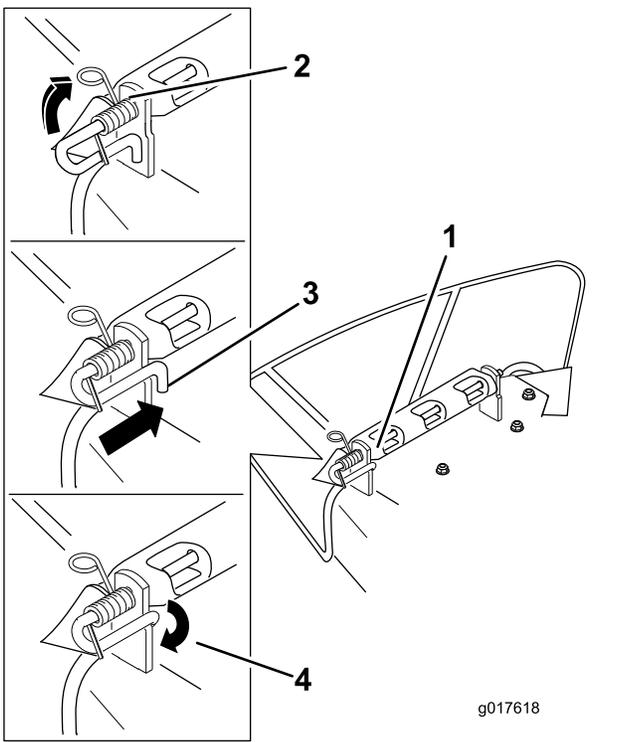

Figura 74
4. Coloque el nuevo deflector de descarga con los extremos de los soportes entre los soportes soldados de la carcasa, según se muestra en la Figura 74.
7. Levante el extremo del muelle que tiene bucle y colóquelo en la muesca del soporte del deflector (Figura 74).
8. Fije el conjunto de varilla y muelle torciéndolo de manera que el extremo corto de la varilla se coloque detrás del soporte delantero que está soldado a la carcasa (Figura 74).